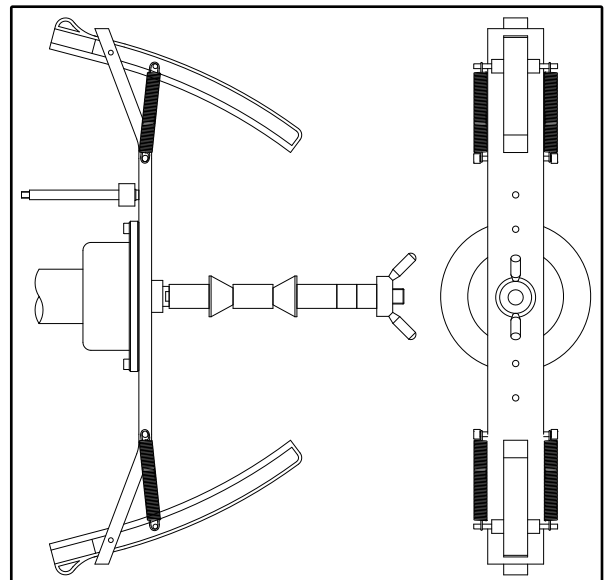

Abb. 12: Anbringen des Referenzgewichtes auf der Außenseite des Motorradflansches auf der Welle (Cal3-Phase)
10. Nach dem Start zeigt die Maschine CAL h12 an. Bringen Sie das **Kalibrierungsgewicht** auf der **Radaußenseite** an, wie in Abb. 12. Das Gewicht ist dabei an das Loch anzubringen, dass mit der Aufschrift „CAL“ markiert ist.
11. Bringen Sie den Motorradflansch in die perfekte vertikale Position mit dem Kalibrierungsgewicht auf dem oberen Teil, wie in Abb. 12 gezeigt.